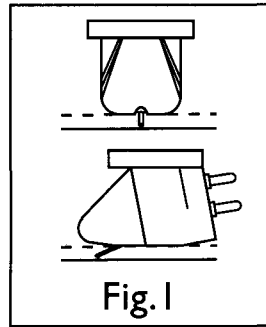

Fig.1
(1) Montaggio. Al fine di proteggere lo stilo da un eventuale danneggiamento durante la fase di montaggio, rimuovete il meccanismo dello stilo dal corpo della testina (vedi fig. 3). Nota. Il montaggio sarà più semplice se i cavi di contatto verranno collegati prima che la testina venga fissata al guscio. Questa testina è munita di punti di fissaggio standard di 12,7mm. Le viti sono incluse nella confezione e dovrebbero venire usate per assicurare rigidamente la testina al guscio. Queste viti non dovranno essere strette eccessivamente. Montate la testina in modo che, quando viene vista frontalmente e lateralmente, la sua superficie superiore sia parallela al disco (vedi fig. 1). L'uso di un piccolo specchio aiuterà ad ottenere il corretto allineamento della testina. Mettete lo specchietto sul piatto e posateci sopra lo stilo. A questo punto, regolate opportunamente il braccio e il corpo della testina onde assicurarvi che la testina venga a trovarsi in posizione parallela alla superficie del disco, e che non sia inclinata.